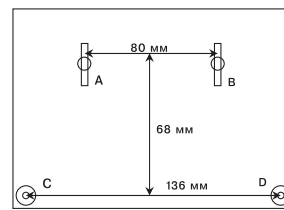

Рис. 3 Разметка для крепления С2000-ПИ к стене
2.2 Монтаж ПИ. ПИ крепится тремя шурупами к стене в удобном месте (см. рисунок 3).